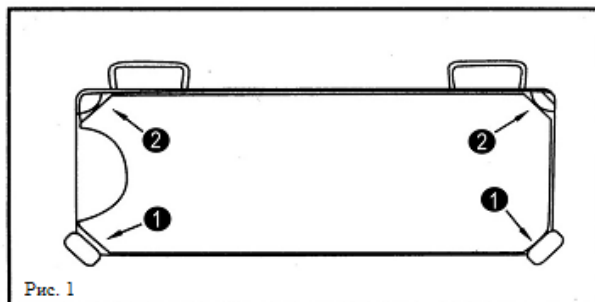
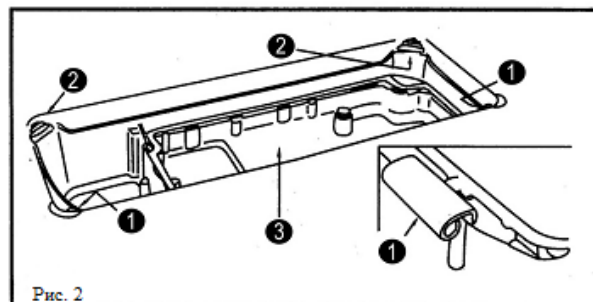
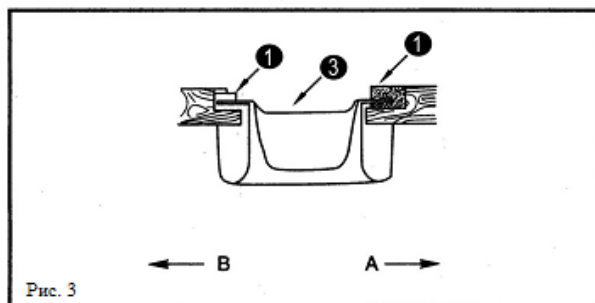
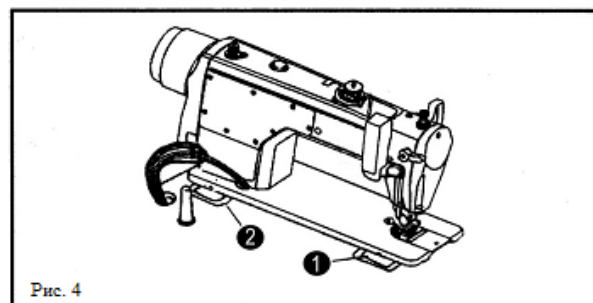

Рис. 1
Рис. 2
Рис. 3
Рис. 4
| 4. Установка машины (рис. 1, рис. 2, рис. 3, рис. 4) . . . . .                 | 6  |
#### 4. Установка машины (рис. 1, рис. 2, рис. 3, рис. 4)
"1" со стороны "А" масляного поддона "3" (ближе к оператору). Установите два участка "2" со стороны "В" масляного поддона "3" (прикрепите сторону на петли), затем установите масляный поддон "3" (рис.1, рис.2)
3) Вставьте петлю "1" в отверстие столешницы, установите швейную головку на столешницу, корпус головы соедините с петлей "1", а затем установите головку на амортизаторы масляного поддона (рис.3, рис.4)